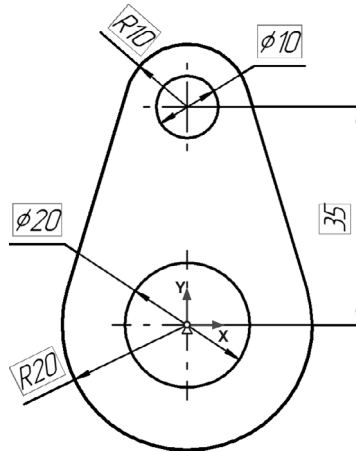

Рис. 66.27.
11. Проставьте диаметральные фиксированные размеры окружностей и присвойте им значения 10 мм и 20 мм (рис. 66.27).